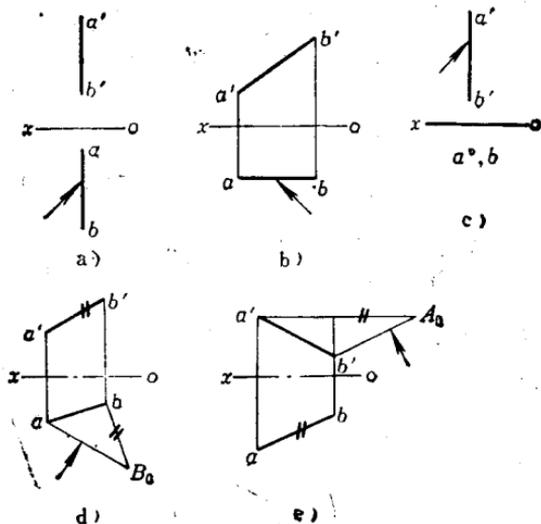

图 1
5. 图1中箭头所指直线的投影或作图线, a反映实长; () b反映实长; () c反映实长; () d不反映实长; () e不反映实长。 ()